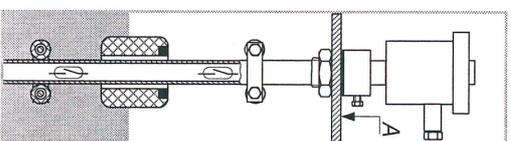

Рис. 1
ПМП (рис. 1) состоят из направляющей - трубы $\varnothing 18$ (сталь 12Х18Н10Т), приваренной к стальному цилиндрическому корпусу с крышкой, заворачиваемой по резьбе. На направляющей находятся свободно перемещаемые поплавки (1...4 шт.), ход которых ограничен стопорами. ПМП может крепиться к стенке (крышке, люку) резервуара посредством фланца (муфты, гайки). В корпусе находится плата с винтовыми клеммными зажимами, которые соединены с герконами (магниточувствительными контактами), находящимися в направляющей. Для повышения нагрузочной способности ПМП, как вариант исполнения, могут иметь электронные модули с выходом: транзисторным (ДС24) или симисторным (АС24, АС220). Модули не требуют отдельного питания
4.8. Величина контрольного уровня – это расстояние (мм) от плоскости установки ПМП (плоскость А – рис. 1) до уровня жидкости, при котором происходит изменение состояния выхода.